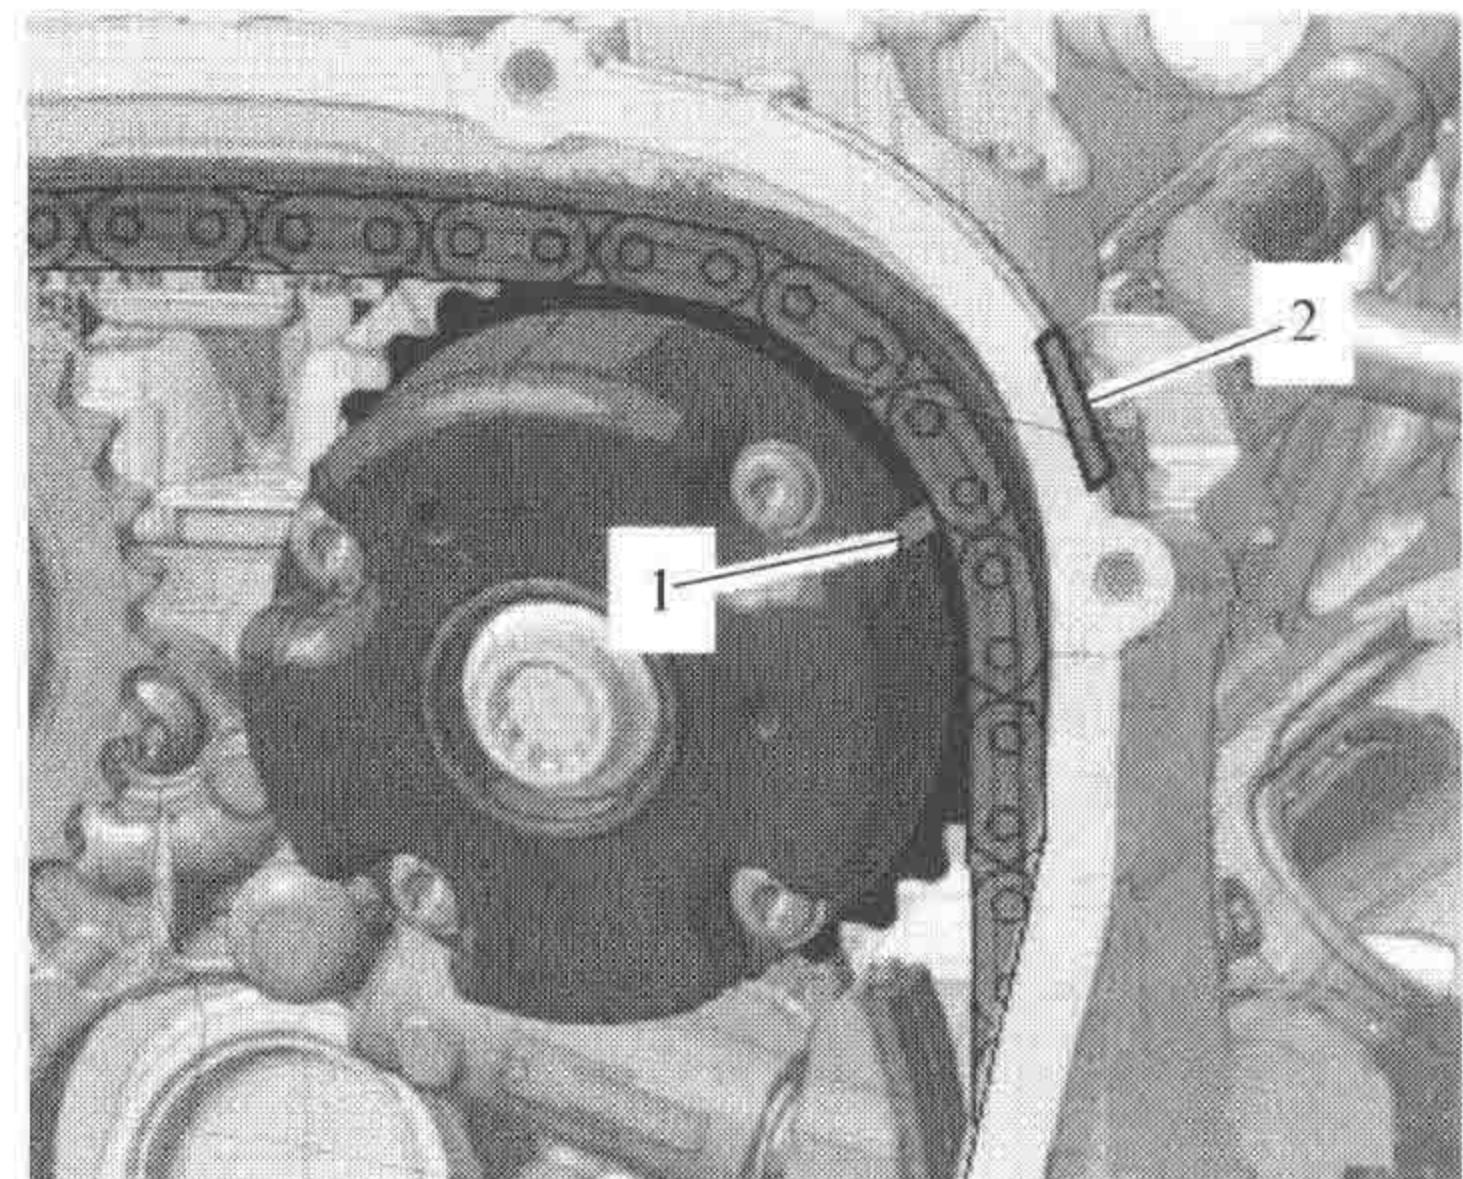

图 1-1-21
(15) 按照拆卸时所做标记重新安装凸轮轴调节器，确保凸轮轴调节器正时凹槽 1 正对调节窗口 2，如图 1-1-21 所示。
(16) 将凸轮轴正时链套到驱动链轮、凸轮轴调节器和链轮上，松松地拧入凸轮轴